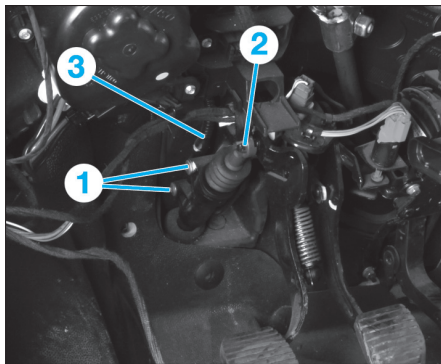

Fig. 8
- Déposer les vis (1) (Fig.8).
- Dégrafer et dégager la rotule (2) de la pédale d'embrayage.
- Désaccoupler le raccord d'alimentation (3).